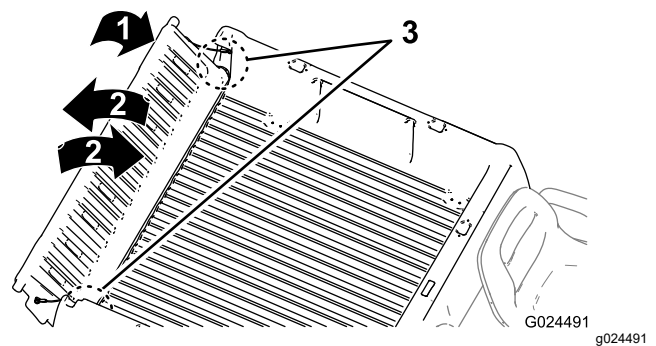

Figura 16
2. Gire el portón trasero a un ángulo de 45° aproximadamente (**Figura 16**).
3. Mueva el portón trasero varias veces hacia adelante y hacia atrás, con breves sacudidas (**Figura 16**).